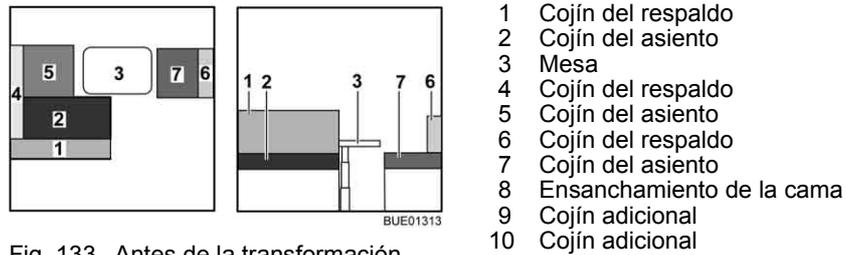

Fig. 133 Antes de la transformación
- Transformar la mesa (Fig. 133,3) en base de cama (véase apartado 6.10).
- Quitar los cojines del respaldo (Fig. 133,1, 4 y 6) y ponerlos a un lado.